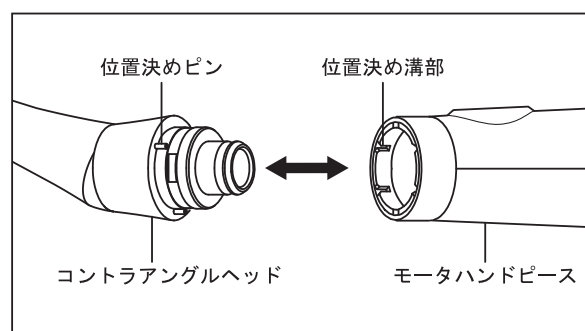

図 2
- 2) コントラアングルヘッドの位置決めピンと、モータハンドピースの位置決め溝部を合わせて「カチッ」とロックするまで挿し込みます。コントラアングルヘッドは 6 パターンの角度で取り付けることができます。(図 2)